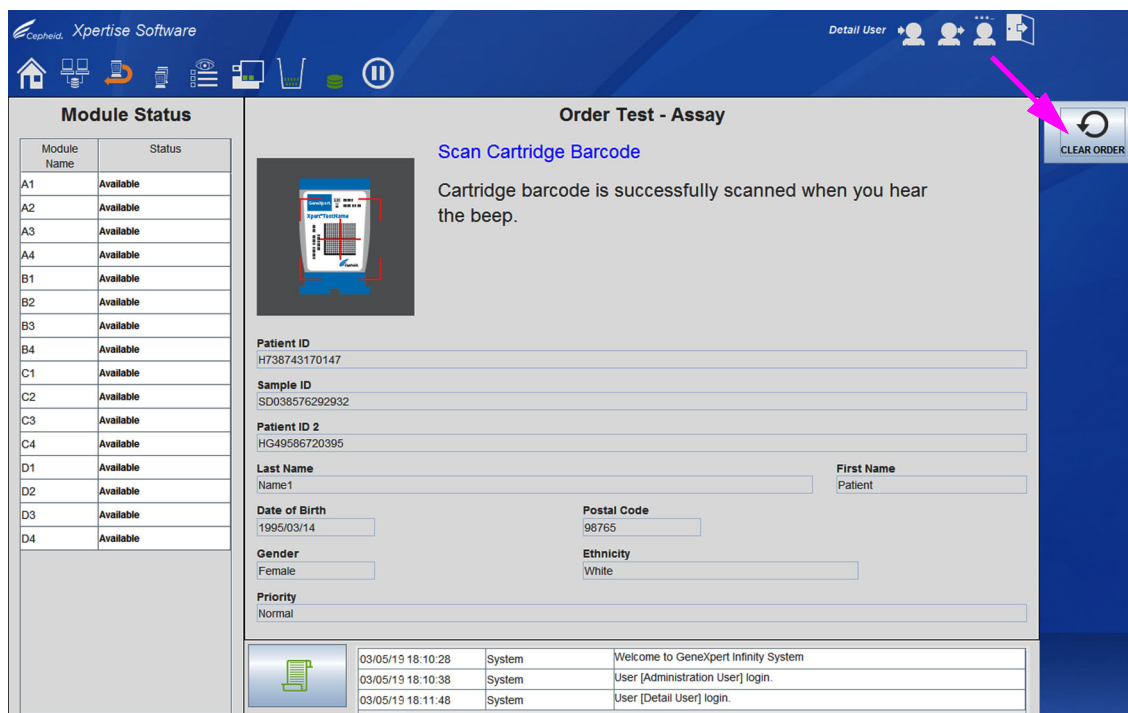
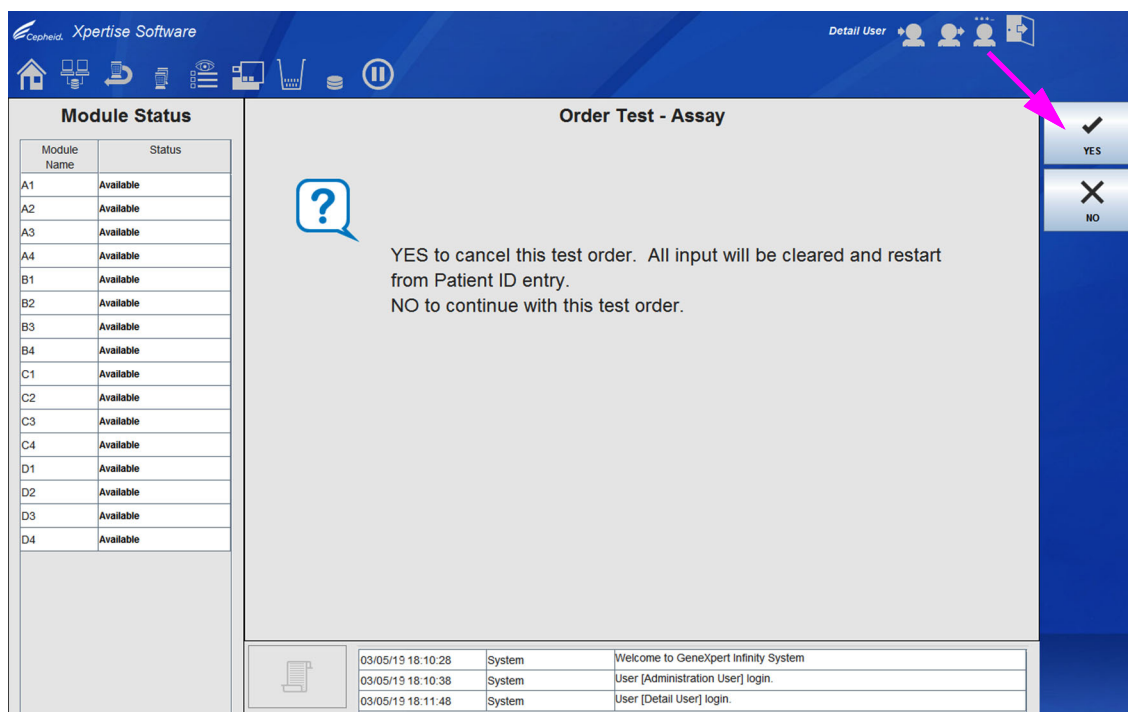

图 5-88. 指令测试 - 检测法 (Order Test - Assay) 工作区 – 扫描检测盒条形码 (Scan Cartridge Barcode)
图 5-89. 指令测试 - 检测法 (Order Test - Assay) 工作区确认
在某些情况下，可能需要在自动指令测试处理开始后清除测试指令。每个指令测试工作区都有一个**清除指令 (CLEAR ORDER)** 按钮，但第一个指令测试工作区除外，它有一个**结束指令测试 (END ORDER TEST)** 按钮。如需清除测试指令，在这些工作区中选择**结束指令测试 (END ORDER TEST)** 或**清除指令 (CLEAR ORDER)** 按钮。请参见图 5-88 中的**清除指令 (CLEAR ORDER)** 按钮示例。
1. 在任何自动测试指令工作区上，选择**清除指令 (CLEAR ORDER)** 按钮（请参见图 5-88）。将显示确认工作区以确保应取消该测试。请参见图 5-89。
2. 选择**是 (YES)** 按钮以取消该测试指令（请参见图 5-89）。将显示第一个指令测试工作区。请参见图 5-61。